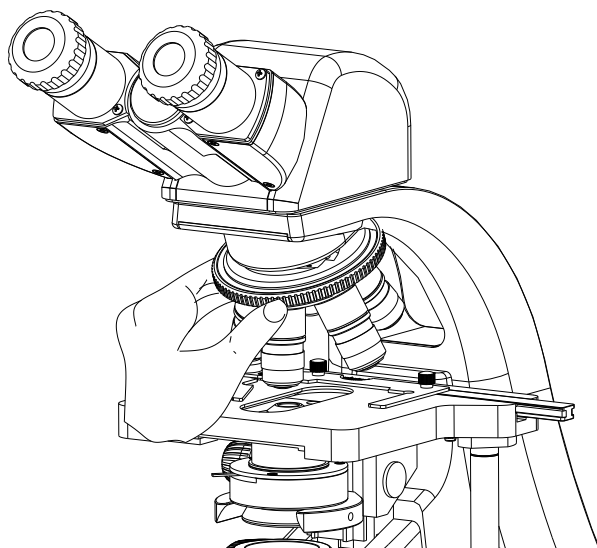

图 5 旋转物镜转换器
5.1 旋转物镜转换器（3），将 4×（或 10×）物镜移入光路（当旋转到位时，物镜会自动卡位）（见图 5）。注意：不能用手扳着物镜转动，以免光轴歪斜。